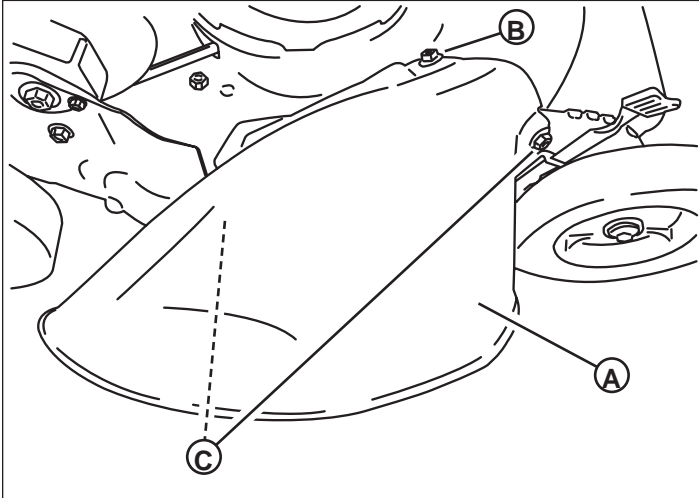

Figure 19
- Installer le déflecteur de l'éjecteur (A, Figure 19) et fixer le plateau à l'aide du matériel que vous venez de retirer. La fente située dans l'extrémité avant du déflecteur de l'éjecteur doit être sous l'écrou (B), et les deux boulons doivent sortir à travers les trous sur le côté du déflecteur (C). Fixer les écrous sur le côté du déflecteur, serrant bien.